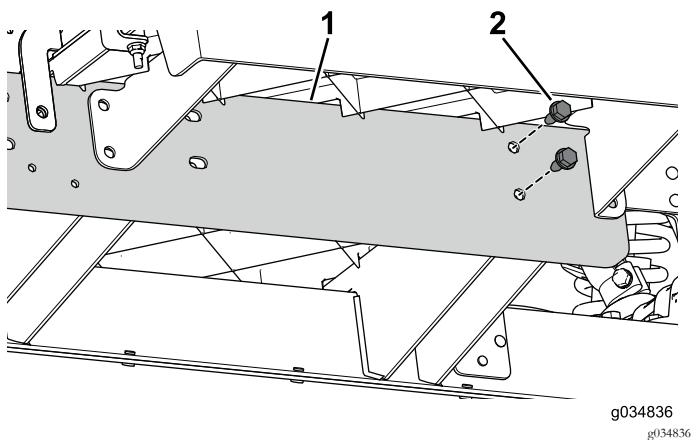

Figure 23
- Avec les 2 boulons (5/16" x 3/4"), fixez légèrement le longeron d'extension au profilé central de la section avant de la machine (Figure 23).